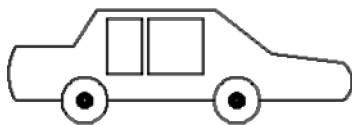

图 2-82 汽车简易造型
本实例绘制的汽车简易造型如图 2-82 所示。绘制的大体顺序是先绘制两个车轮, 从而确定汽车的大体尺寸和位置, 然后绘制车体轮廓, 最后绘制车窗。绘制过程中要用到“直线”“圆”“圆弧”“多段线”“圆环”“矩形”和“正多边形”等命令。
(8) 单击“默认”选项卡“绘图”面板中的“矩形”按钮, 绘制角点为 (650, 730)、(880, 370)、(920, 730)、(1350, 370) 的车窗。结果如图 2-82 所示。